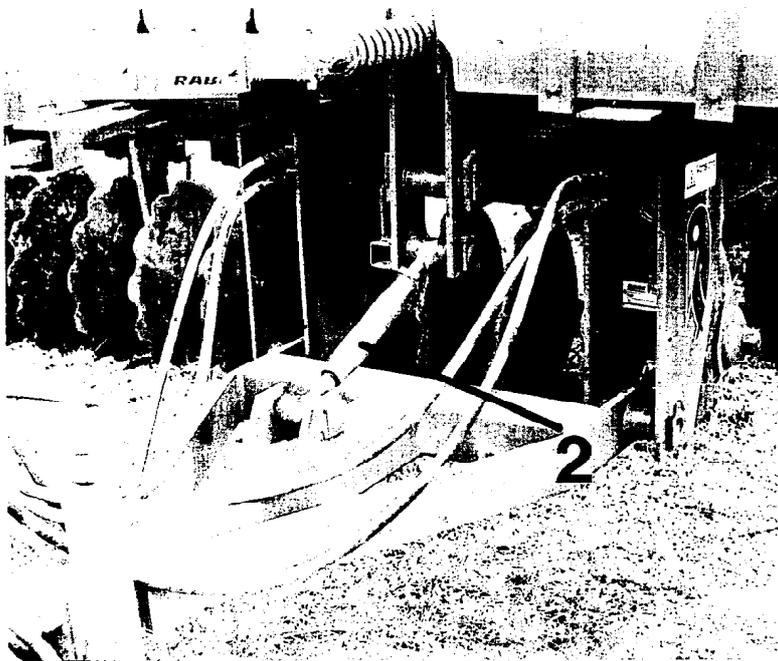

Fig.3
Régler le bâti en position horizontale au niveau du tirant 2 (fig. 3). Contrer le tirant.
- b) de trains de disques avant par rapport aux arrières. Au niveau du tirant 2 (fig. 3) - Tirant plus court = Trains de disques avant plus profond
Par exemple: la formation d'un billon entre les trains de disques, peut être évitée en augmentant l'angle de coupe ou la profondeur de travail des disques avant. Raccourcir tirant 2 (fig. 3).